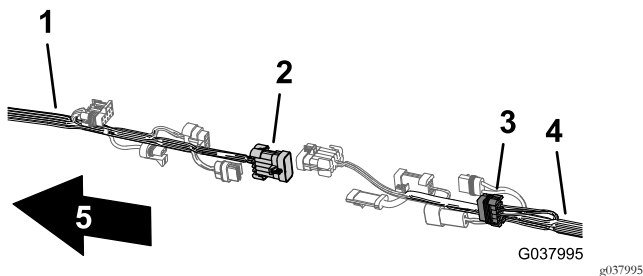

Bild 110
6. Stecken Sie den 10-Stift-Stecker des vorderen Kabelbaums für die Sprühfahrzeug-Kabelbaumzwischenverbindung in den 10-Buchsen-Stecker des hinteren Kabelbaums für die Sprühfahrzeug-Kabelbaumzwischenverbindung (Bild 110).